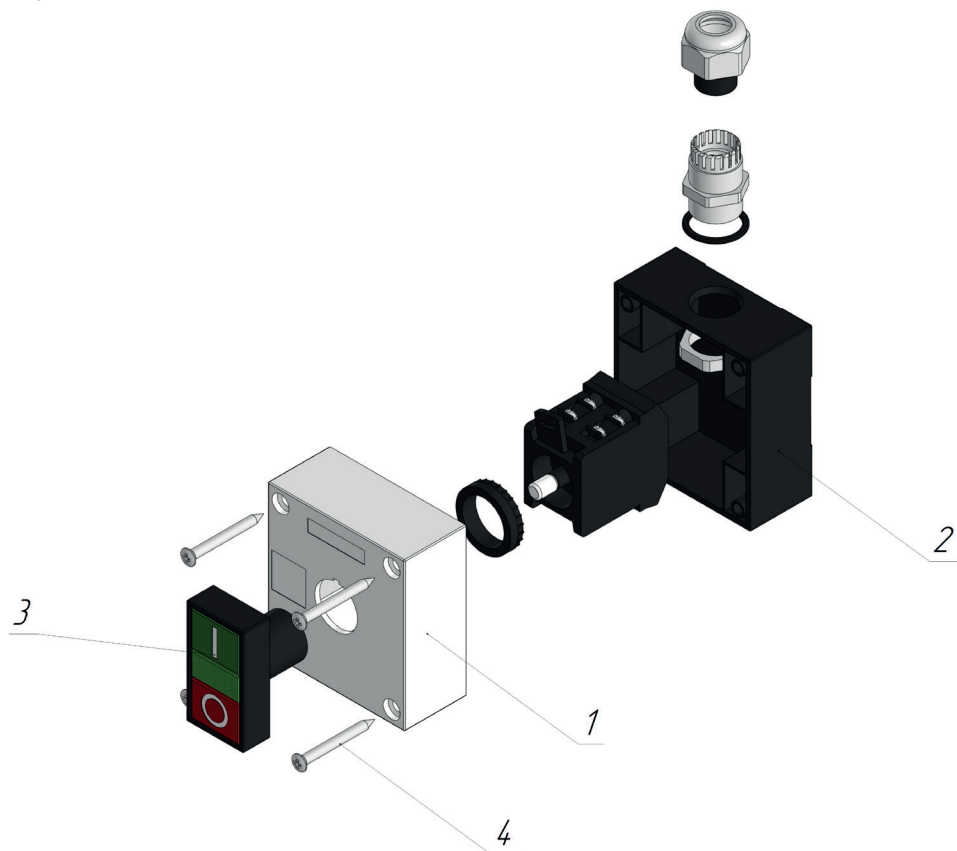

Рисунок 3.2.1 – 3D-модель ПУ-1-XYZ
Для разборки ПУ (Рисунок 3.2.1) необходимо открутить четыре винта (4) на лицевой панели (1), отсоединить ее от задней панели (2), подключить соединительные провода к светосигнальной/управляющей арматуре (3). Для сборки пульта управления произвести описанные выше действия в обратном порядке.